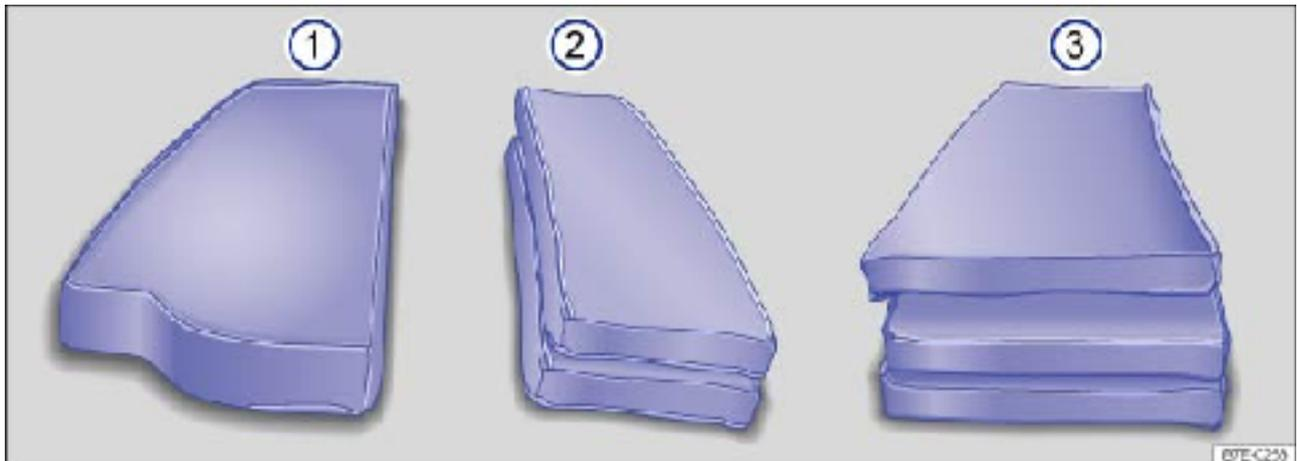

Fig. 16 Éléments de la surface de couchage sur la banquette triplace
La surface de couchage de la banquette triplace se compose de trois parties → Fig. 16. Les parties ② et ③ sont escamotables. Toutes les parties sont dotées de fermetures à glissière et peuvent indifféremment être reliées entre elles en fonction de la situation de montage.
Reliez la partie ⇒ Fig. 16① et la partie ③ de la surface de couchage à l'aide de la fermeture à glissière. La partie ② n'est pas nécessaire pour l'utilisation de la couchette courte.
Reliez la partie ⇒ Fig. 16① et la partie ③ de la surface de couchage à l'aide de la fermeture à glissière.
Reliez la partie ⇒ Fig. 16① et la partie ② de la surface de couchage à l'aide de la fermeture à glissière.